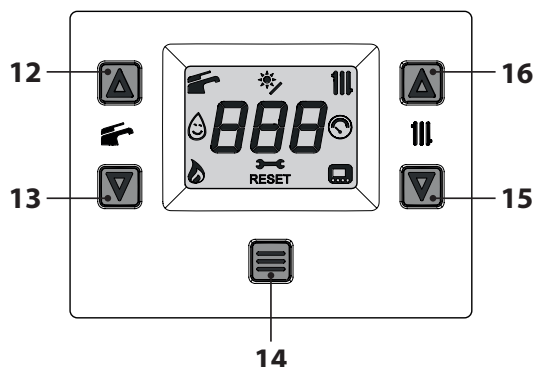
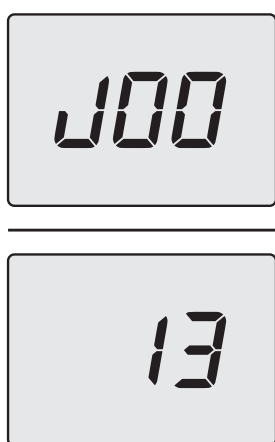

Figura 3.9
Figura 3.10
Per accedere alla modalità INFO tenere premuti contemporaneamente i tasti 15 e 16 (Figura 3.9) fino a far apparire sul display l'indice "**J00**" che si alterna al valore del parametro (Figura 3.10).
- tenere premuti contemporaneamente i tasti 13 e 15 per 5 sec. (Figura 3.9) (salita di un livello).
Per il ripristino del normale funzionamento della caldaia, basta premere il tasto 14 (Figura 3.9).